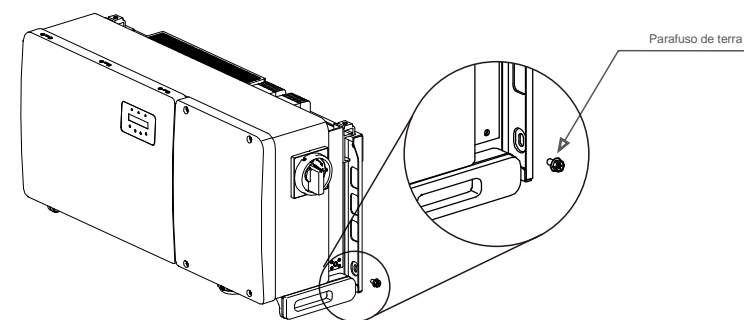

Figura 3.17 Cabo fixo
6) Ligue o cabo de aterramento ao ponto de aterramento no dissipador de calor e aperte o parafuso de aterramento, o torque é de 10 a 12 Nm (consulte a figura 3.17).